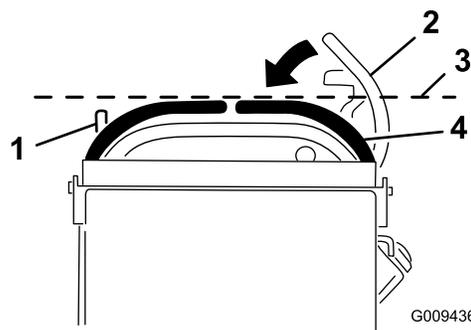

Figure 58
3. Abaissez les leviers de commande de déplacement hors de la position de VERROUILLAGE AU POINT MORT (Figure 58).
4. Vérifiez si le levier de commande de déplacement droit s'aligne horizontalement sur le levier de commande de déplacement gauche (Figure 58).